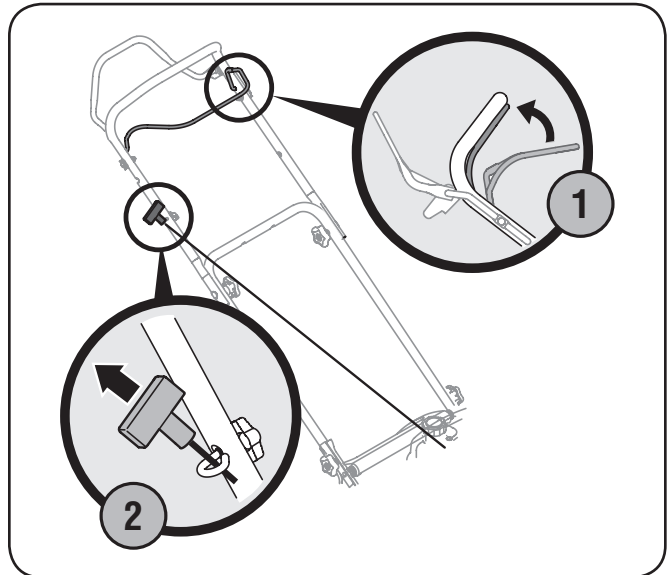

Figure 5-1
1. Colóquese detrás de la podadora, apriete la manija de control de la cuchilla y sosténgala contra la manija superior. Vea la Figure 5-1.